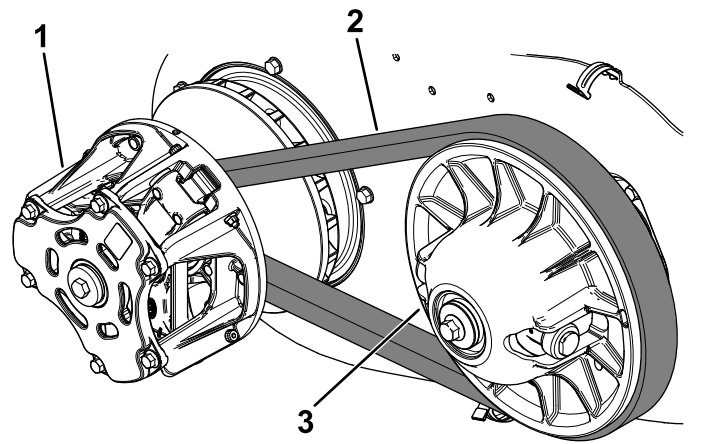

Bild 112
6. Drehen und prüfen Sie den Riemen (Bild 112) auf überdurchschnittliche Abnutzung oder Beschädigung.
7. Reinigen Sie die Kupplungen gründlich mit Druckluft von allen Verunreinigungen (Bild 112).
6. Ziehen Sie am oberen Ende des Riemens, um den Riemen aus der Sekundärkupplung zu heben, drehen Sie dann den Riemen und ziehen Sie ihn über die Sekundärkupplung (Bild 112).
7. Nehmen Sie den Riemen von der primären Kupplung (Bild 112).
8. Fluchten Sie den neuen Riemen über der primären Kupplung aus (Bild 112).
9. Drehen Sie den Riemen und verlegen ihn über die sekundäre Kupplung (Bild 112).